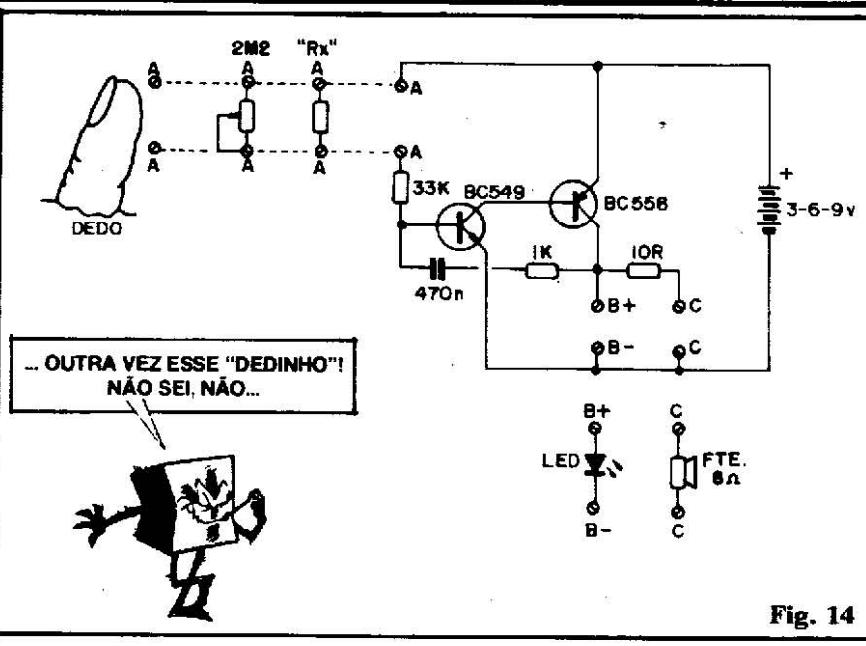
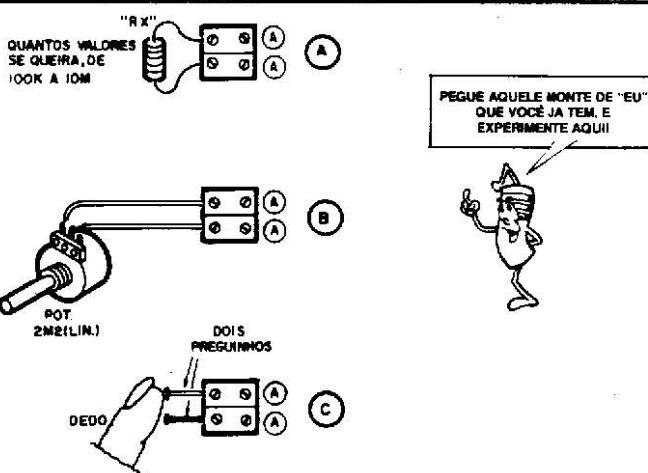
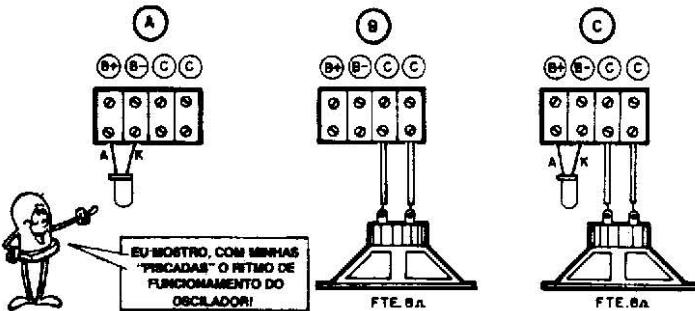

Fig. 14
Fig. 17
Fig. 18
- FIG. 14 - O "esquema" do circuito/experiência. Os Leitores/Alunos que "não faltaram" a nenhuma das "Aulas" anteriores (com aquelas "velhas" desculpas que Estudantes sempre usam, tipo "eu estava com dor de dente" ou "tive que retirar meu avô, que ficou preso na chaminé quando fingia de Papai Noel", essas coisas...) já sabem interpretar um diagrama esquemático, sem problemas.... O fundamental é fazer as referências de cada componente "real",
- **FIG. 17 - SEQUÊNCIA DA EXPERIÊNCIA** - ver também a fig. 18, a seguir...) - Conforme dá para perceber a partir do "esquema" (fig. 14), aos pontos "A-A" o Leitor/Aluno poderá, experimentalmente, ligar "RX", um resistor de valor qualquer entre 100K e 10M (analisando os resultados que os diversos valores experimentados gerarem na Saída do nosso Oscilador Experimental), ou ligar (via dois pedacinhos de fio, já que os terminais são curtos e grossos...) o potenciômetro de 2M2, variando o seu ajuste e analisando "o quê" acontece na Saída do Oscilador, ou ainda fixar aos conetores dois pequenos pregos ou parafusos, usando-os como "contatos de toque", para simplesmente "por o dedo", e fazer com que a resistência da própria pele atue como parte integrante do circuito.
- **FIG. 18 -** Para monitorar a Saída do nosso Oscilador Experimental, temos várias possibilidades, todas elas destinadas a "traduzir" os fenômenos cíclicos puramente elétricos, em manifestações que
Observando cuidadosamente o "esquema" (fig. 14) veremos que o Oscilador Experimental é do tipo **MULTIVIBRADOR COMPLEMENTAR** cuja configuração básica havia sido mostrada na fig. 11. Conforme lá explicado, a realimentação é feita pelo capacitor de 470n (em série com o resistor de 1K), enquanto que a frequência de funcionamento é **também** dependente do resistor de polarização de base do primeiro transistore (BC549, no caso da Experiência...). Temos, como "limitador" ou valor mínimo, o resistor de 33K normalmente
acoplado à base do BC549... Assim, dependendo das opções exemplificadas na fig. 17, o valor resistivo aplicado entre os pontos "A-A" simplesmente será somado ao resistor de 33K, para efetivação na polarização e "temporização" dos ciclos da oscilação. Com um valor muito elevado da Resistência, nesses pontos Experimentais, teremos uma oscilação bem lenta, manifestada na forma de "piscadas" bem definidas no LED (18-A ou 18-C) ou em um "toque-toque" bem ritmado nos alto-falantes (18-B ou 18-C). Já com valores relativamente baixos de Resistência entre os pontos "A-A", a oscilação se dará num ritmo (FREQUÊNCIA) bem mais rápido! Observem que, nesse segundo caso, o LED "parecerá" aceso firmemente, porém, na verdade, ele estará ainda "piscando", tão rapidamente que para nossos olhos (incapazes de "separar" eventos mais rápidos do que aproximadamente 10 vezes por segundo...) estará simplesmente "acesso"... Já pelo alto-falante, no lugar do "toque-toque", ouviremos um "tom", um apito forte e contínuo (serão "centenas de toque-to-